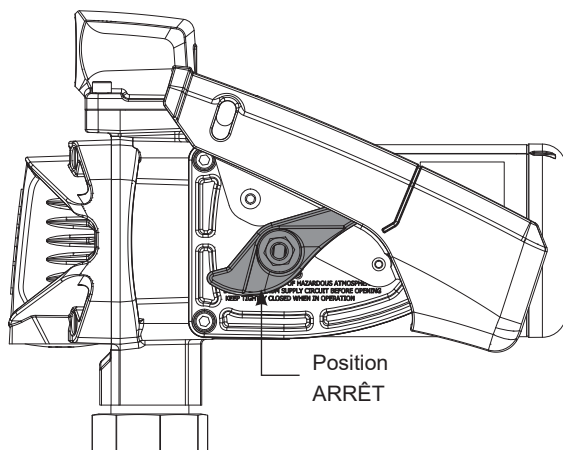

Figure 9
3. Placez la buse dans le porte-buse située sur l'embout du boîtier du moteur de la pompe. Notez que la buse ne peut pas être placée dans le porte-buse sauf si l'interrupteur de la pompe est éteint (voir figure 9).
2. Afin de réinitialiser, fermez l'interrupteur et réactivez-le (voir figures 9 et 10).